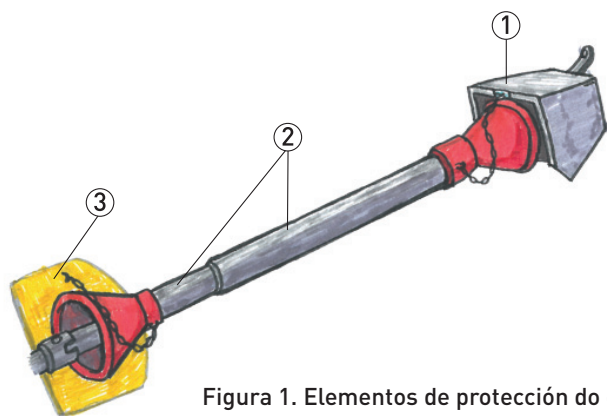

Figura 1. Elementos de protección do eixe cardánico (2) e das tomas de forza (1 e 3).
Para a transmisión do movemento ás máquinas accionadas a través da toma de forza utilízanse eixes cardánicos de tipo extensible ou telescópico provistos de dúas xuntas cardan nos seus extremos. As tomas de forza nos extremos correspondentes ao tractor e á máquina levarán un protector fixo, e os eixes cardánicos deben estar protexidos mediante uns protectores cilíndricos corredizos para evitar o contacto con estes, e o conseguinte atrapamento do traballador (ver figura 1). Estes protectores estarán certificados polo fabricante e, se se retiran para facer algunha reparación, deberán colocarse inmediatamente.
- Evitar o xiro do tubo protector do eixe cardánico mediante a suxeición cunhas cadeas antirrotación (figura 1).